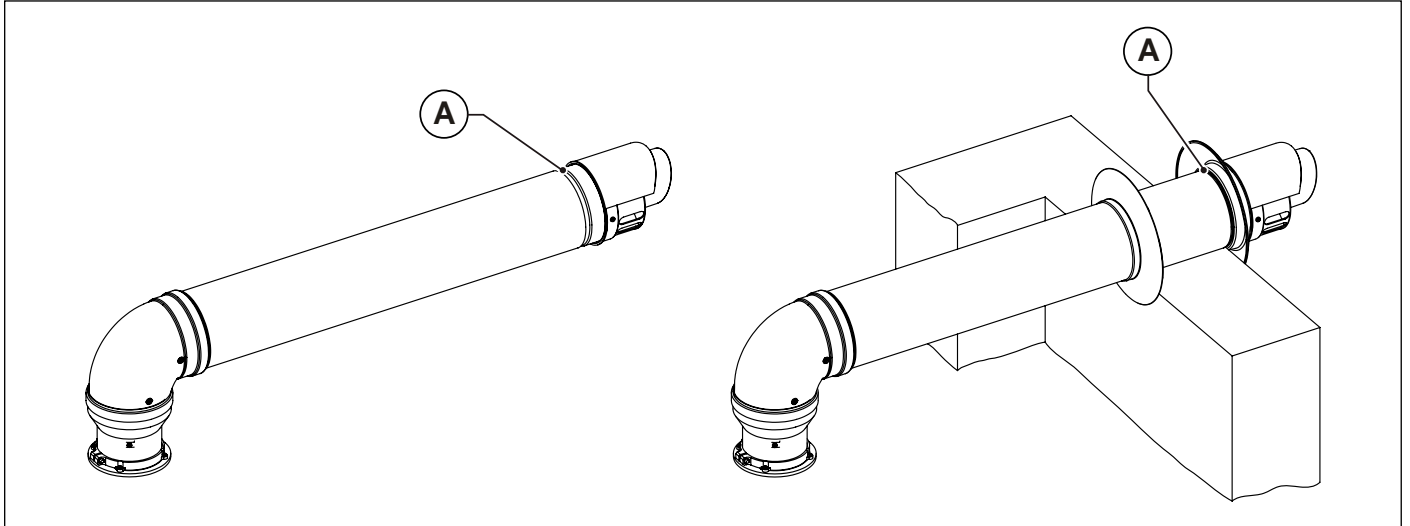

Fig. 12 Instalación terminales en el pared
Los terminales de aspiración de aire y evacuación de los humos, desdoblados y coaxiales, están dotados de un canal (A) en la parte final para la fijación del rosetón externo (ver Fig. 12 Instalación terminales en el pared).